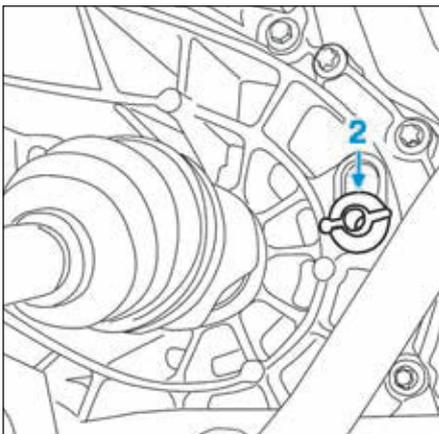

FIG.2
- Déposer le bouchon de remplissage (2) (Fig.2).